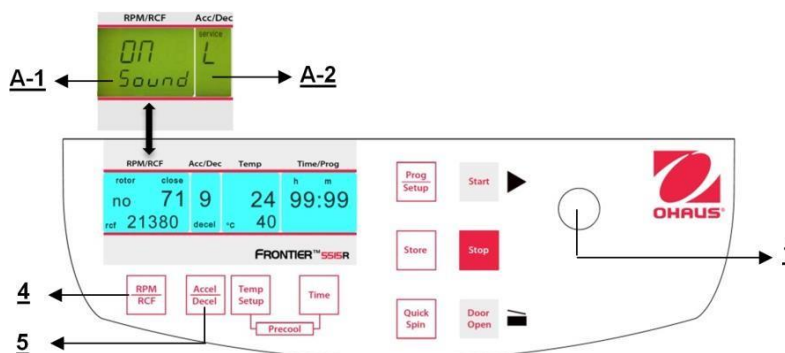

Figure. 36
Poursuivre conformément à la description du paragraphe 4.1.1 pour entrer dans ce mode de programme et appuyer ensuite sur la touche **"Accel/Decel"** (5). Sur l'affichage **"Acc/Dec"** (A-2), le mot **"Service"** clignote. Sélectionner maintenant la lettre **"U"** avec le bouton de réglage (1). Ceci entraîne l'apparition des mots **"Vol=0-9/Sound"** sur l'affichage **"RPM | RCF"** (A-1). Après avoir appuyé sur la touche **"RPM | RCF"** (4), l'utilisateur peut régler le volume désiré entre 0 (faible) et 9 (fort) avec le bouton de réglage (1) (voir la figure 36).